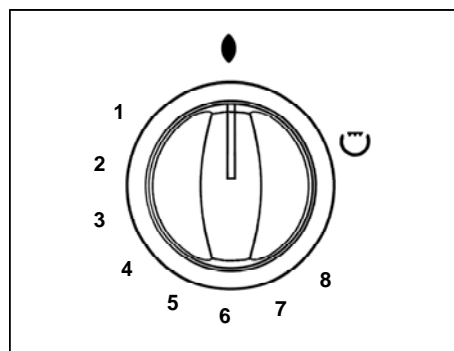

fig. 1
3. Poussez et tournez la manette du four dans le sens inverse des aiguilles d'une montre jusqu'au repère « 8 » (fig. 1).